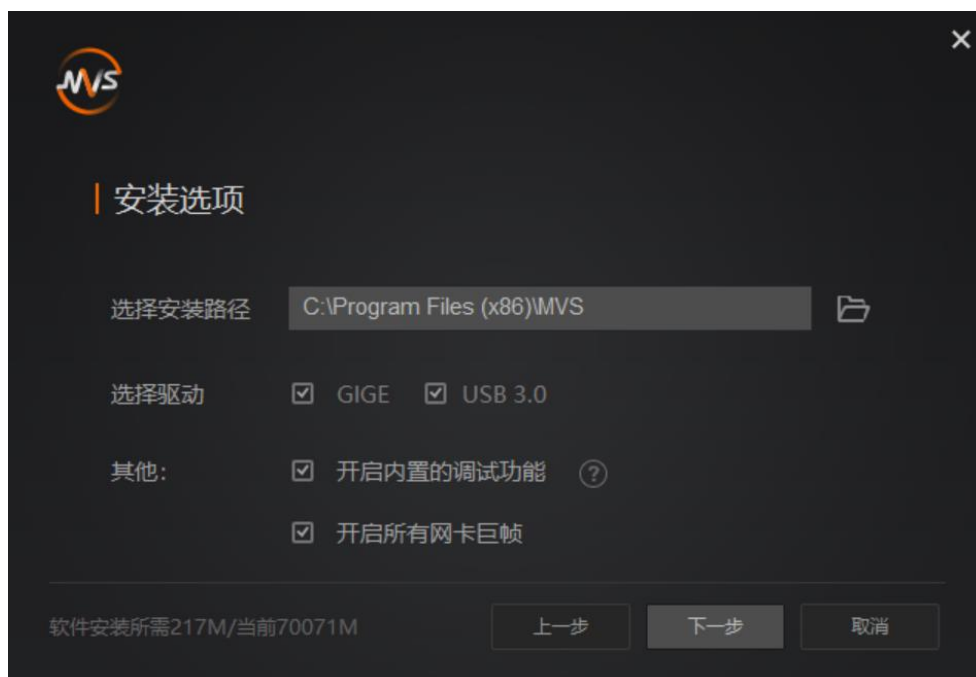

图3-2 安装选项
3. 选择安装路径、需要安装的驱动（默认已勾选 GIGE 和 USB3.0）和其他功能，如图 3-2 所示。